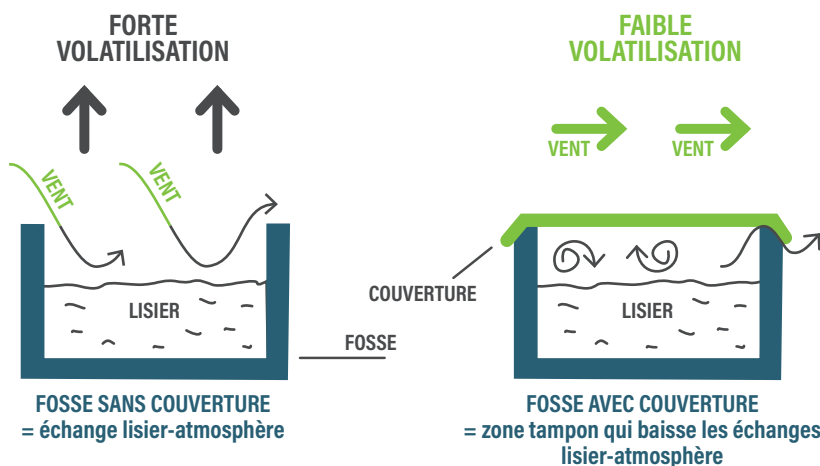

Fig 2. Influence de la couverture des fosses sur les échanges lisier/ atmosphère
- Stockage : couverture des fosses (cf. Fig 2 page 4),